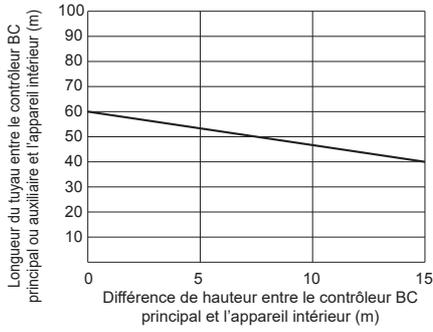

Fig. 1
- *2 Reportez-vous à la Fig. 1. (Néanmoins lorsque le modèle d'appareil intérieur P/M200 ou P/M250 est connecté, la distance maximale admissible entre le contrôleur BC et l'appareil intérieur le plus éloigné est de 40 m).
- *3 Lorsque la longueur de tuyauterie ou la différence de hauteur dépasse la limite indiquée dans la Fig. 1, connectez n contrôleur BC auxiliaire au circuit. La limite d'un circuit avec un contrôleur BC auxiliaire est indiquée dans la Fig. 2. Lorsque la configuration donnée d'un circuit tombe dans la marge ombrée de la Fig. 2, augmentez la taille du tuyau de haute pression et du tuyau de liquide entre le contrôleur BC principal et l'auxiliaire d'une taille. Lorsque vous utilisez les modèles P/M32, P/M40, P/M50, P/M100 ou la P/M125 des appareils intérieurs, augmentez la taille du tuyau de liquide à dérivation entre le contrôleur BC auxiliaire et l'appareil intérieur d'une taille. Lorsque vous utilisez le modèle P/M140 ou un modèle plus grand d'appareils intérieurs, la limite indiquée dans la Fig. 1 ne peut être dépassée.
***3** Lorsque la longueur de tuyauterie ou la différence de hauteur dépasse la limite indiquée dans la Fig. 1, connectez un contrôleur BC auxiliaire au circuit. La limite d'un circuit avec un contrôleur BC auxiliaire est indiquée dans la Fig. 2.
Lorsque vous utilisez le modèle P/M140 ou un modèle plus grand d'appareils intérieurs, la limite indiquée dans la Fig. 1 ne peut être dépassée.